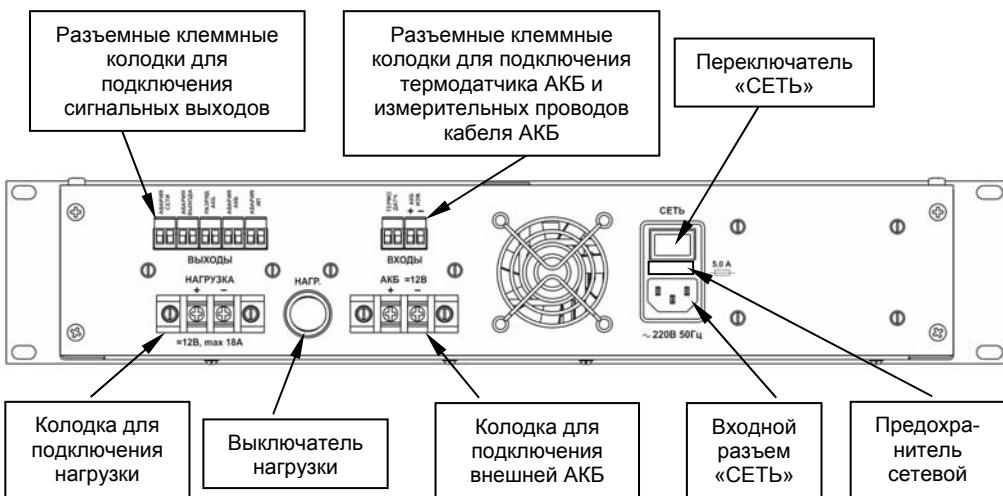

Рисунок 2 Общий вид задней панели источника
- возможность включения/отключения нагрузки с помощью выключателя нагрузки (см. рисунок 2);
На задней панели источника расположены клеммные колодки, сетевой разъем с предохранителем и переключателем и выключатель нагрузки (см. рисунок 2).
<p style="text-align: center;">ВНИМАНИЕ!</p> <p>БЕЗ УСТАНОВКИ ТЕРМОДАТЧИКА ЗАРЯД БАТАРЕИ ОСУЩЕСТВЛЯЕТСЯ БЕЗ ТЕРМОКОМПЕНСАЦИИ, ПРИ ЭТОМ НАПРЯЖЕНИЕ ЗАРЯДА АКБ БУДЕТ СООТВЕТСТВОВАТЬ ЗНАЧЕНИЯМ, УСТАНОВЛЕННЫМ ДЛЯ ТЕМПЕРАТУРЫ ОКРУЖАЮЩЕЙ СРЕДЫ +25°C (СМ. РИСУНОК 2)</p>